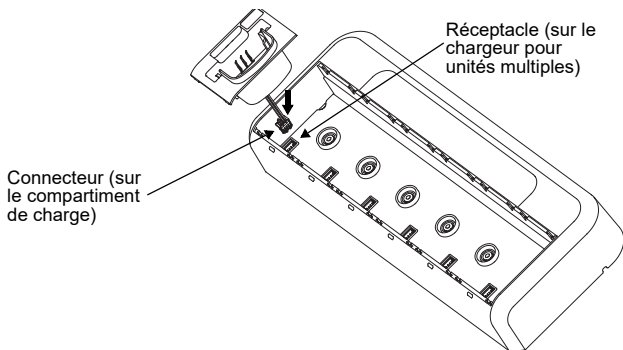

Figure 3
3. Retirez le faisceau électrique en tirant le connecteur vers le haut (reportez-vous à la Figure 3).
1. Connectez le faisceau électrique en branchant le connecteur à la prise du chargeur pour unités multiples (reportez-vous à la Figure 3).